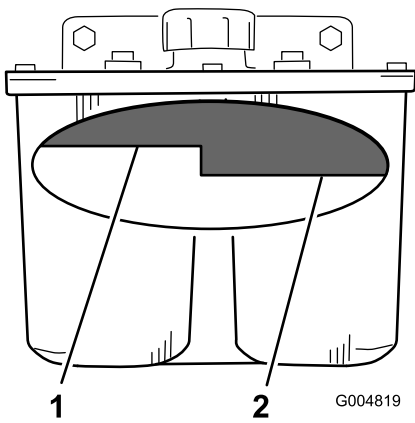

Figura 74
2. Limpie alrededor del cuello de llenado del depósito de aceite hidráulico (Figura 74).
3. Retire el tapón del cuello de llenado. Mire dentro para ver si hay aceite en el depósito (Figura 74).
Nota: El nivel de aceite debe llegar a la parte superior del nivel caliente del tabique cuando el aceite está caliente (Figura 74).